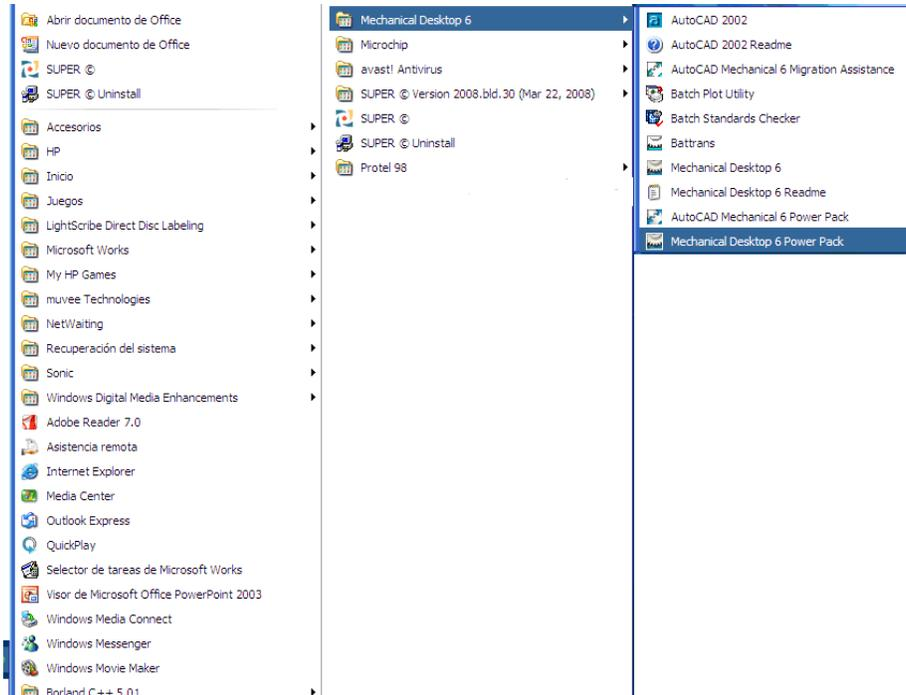

Figura 76
1. Iniciamos Mechanical Desktop 6 Power Pack como se muestra en la *figura 76*.